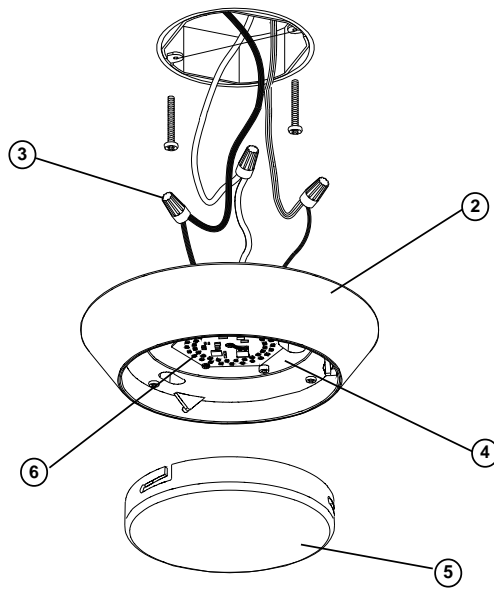

Figure 2
5. Tenir solidement le bloc boîtier (2) et connecter le fil vert de mise à la terre de l'appareil au fil de cuivre nu de mise à la terre de la boîte de jonction à l'aide d'un capuchon de connexion (3). (*Si le câblage d'alimentation ne comprend pas de fil de mise à la terre, consulter votre code d'électricité local et vérifier la méthode d'installation conforme*).
6. Utiliser les serre-fils pour connecter le fil noir de l'appareil au fil noir d'alimentation et le fil blanc (neutre) de l'appareil au fil blanc d'alimentation. Voir la figure 2.
9. Soulever le diffuseur (5) jusqu'au boîtier d'assemblage en alignant les fentes situées sur le diffuseur ainsi que les languettes de la lentille barrière (4). Tourner le diffuseur (5) dans le sens horaire jusqu'à ce que celui-ci soit sécurisé. Voir la figure 2
5. Hold the Fixture Housing (2) firmly and connect the green ground wire from the fixture to the bare copper ground wire from the junction box using a Wirenut (3). (*If house wiring does not include a ground wire, consult your local electrical code for approved grounding methods*).
6. Use Wirenuts (3) to connect the black fixture wire to the black power supply wire and the white (*neutral*) fixture wire to the white power supply wire. **See Fig 2.**
9. Lift Diffuser (5) up to housing assembly aligning slots on diffuser with tabs on barrier lens (4). Twist diffuser (5) clockwise until secure. **See Fig 2.**
5. Sostenga el ensamblaje de la Carcasa del luminario (2) firmemente y conecte el alambre verde de conexión a tierra del luminario al alambre de cobre descubierto de conexión a tierra de la caja de ensambladura usando una Tuerca de Alambre (3). (*Si el alambrado de la casa no incluye un alambre de conexión a tierra, consulte su código eléctrico local para métodos aprobados de hacer tierra*).
6. Use Capuchones de Alambres para conectar el alambre negro de la luminaria al alambre negro suplidor de electricidad y el alambre blanco (*neutral*) de la luminaria al alambre blanco suplidor de electricidad. Vea Fig. 2.
8. Alinee los "keyholes" en el Ensamblaje de la Carcasa sobre las cabezas de los tornillos anteriormente instalados en la caja de alambres, levante el luminario, gírelo hacia su izquierda y apriete tornillos para asegurar el Ensamblaje de la Carcasa contra el techo. **Aplique una capa de masilla de silicona (no suministrada) alrededor del borde externo de Carcasa del luminario (2).**
9. Levante el difusor (5) hasta la altura del conjunto de la carcasa y alinee las ranuras del difusor con las lengüetas en las lentes de barrera (4). Gire el difusor (5) a la derecha hasta que quede fijo.Vea Fig. 2